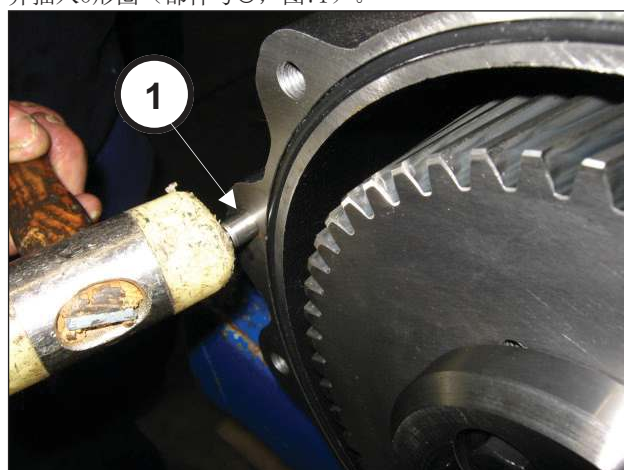
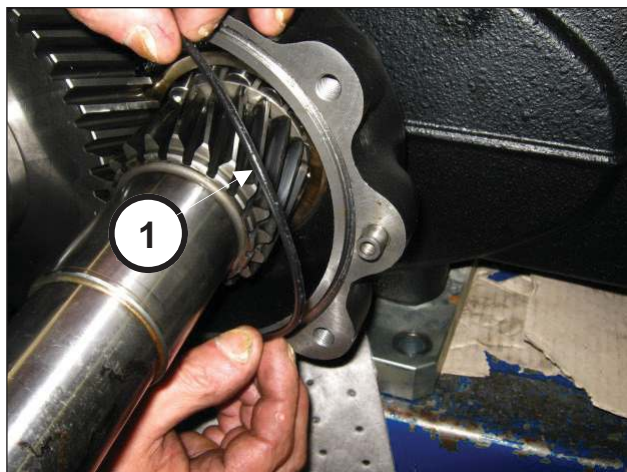

图70
图71
将两个销子010x24安装到减速齿轮箱（部件号①，图70）并插入O形圈（部件号①，图71）。